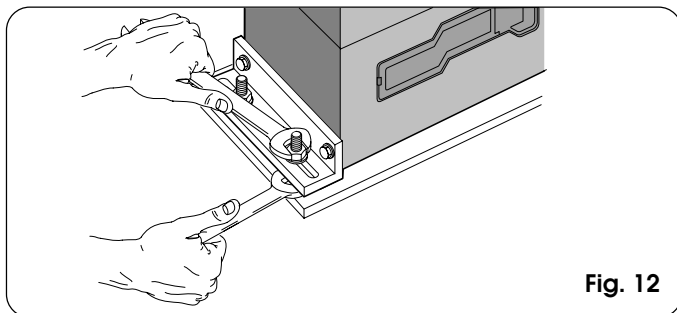

Fig. 12
- 5) Fissare il motoriduttore sulla piastra di fondazione stringendo i dadi come da Fig.12.